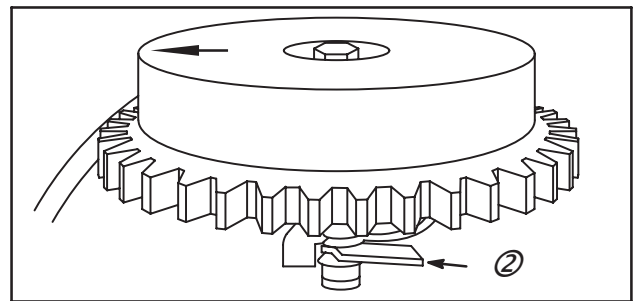

Fig. 32
Positionner le couvercle (la poignée et la corde de lanceur sortent du guide de corde sur la culasse) : tourner le couvercle en sens horaire jusqu'à ce que le "O" ou la "flèche" soit à 90° de la came de l'axe du lanceur (2), Fig. 32.